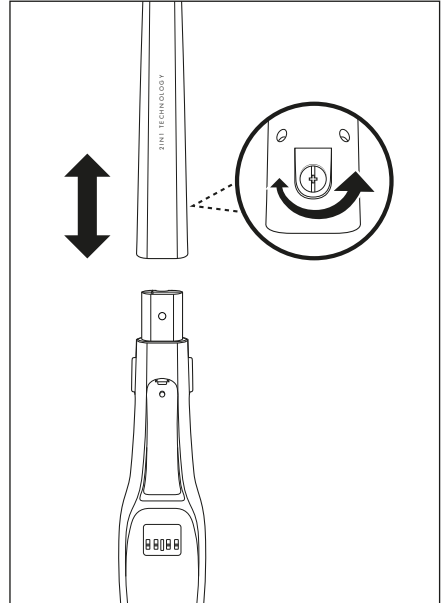

Fig. 1
- 1) Løs skruen ① bag på skaftet ⑩ med en skrue-trækker mod urets retning. Stram skruen ① fra skruåbningen på skaftet ⑩.
- 2) Sæt skaftet ⑩ på produktets skaftholder. Sæt skaftet ⑩ helt på skaftholderen, indtil det sidder fast på produktet. (Fig. 1)
- 3) Sæt skruen ① ind i skruåbningen bag på skaftet ⑩ igen. Stram skruen ① med en skrue-trækker i urets retning (fig. 1).